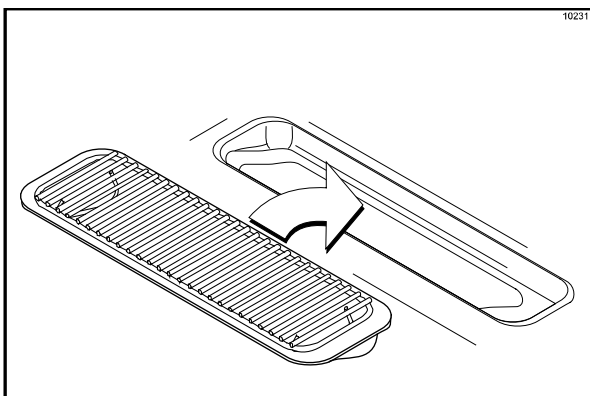

Figure 143
18. Installer le plateau de récupération des gouttes avant et la grille de protection sous les becs de la porte (Cf. Figure 143).